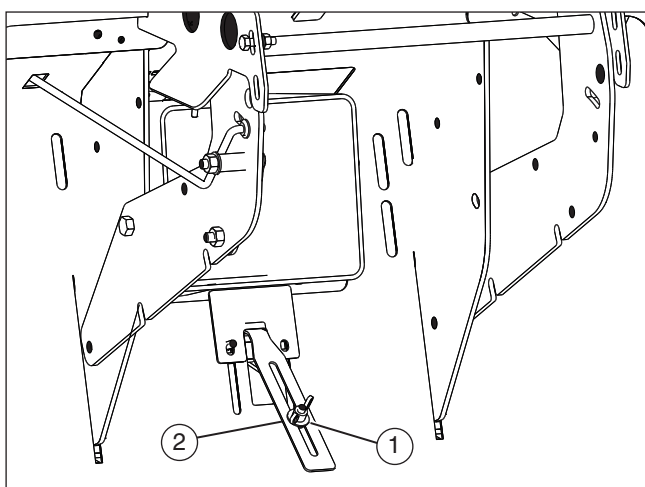

Figure 38
Faire glisser le boulon mécanique, la rondelle et l'écrou (1) vers le haut diminue la sensibilité de l'ensacheuse avant que l'alarme ne retentisse (voir la **Figure 38**). Faire glisser le boulon mécanique, la rondelle et l'écrou vers le bas augmente la sensibilité de l'ensacheuse avant que l'alarme ne retentisse.
1. Desserrer le boulon mécanique, la rondelle et l'écrou (1).
2. Faire glisser le boulon mécanique, la rondelle et l'écrou vers le haut ou le bas du levier d'alarme (2).